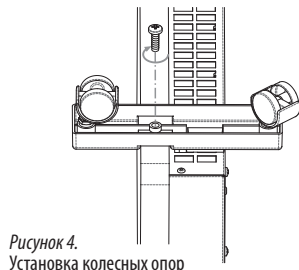

Рисунок 4.
6.2. Для эксплуатации конвектора в передвижном варианте установите колёсные опоры на корпус с помощью винтов из комплекта поставки. Для крепления опор на нижней поверхности корпуса имеются резьбовые заклёпки (см. рис. 4).